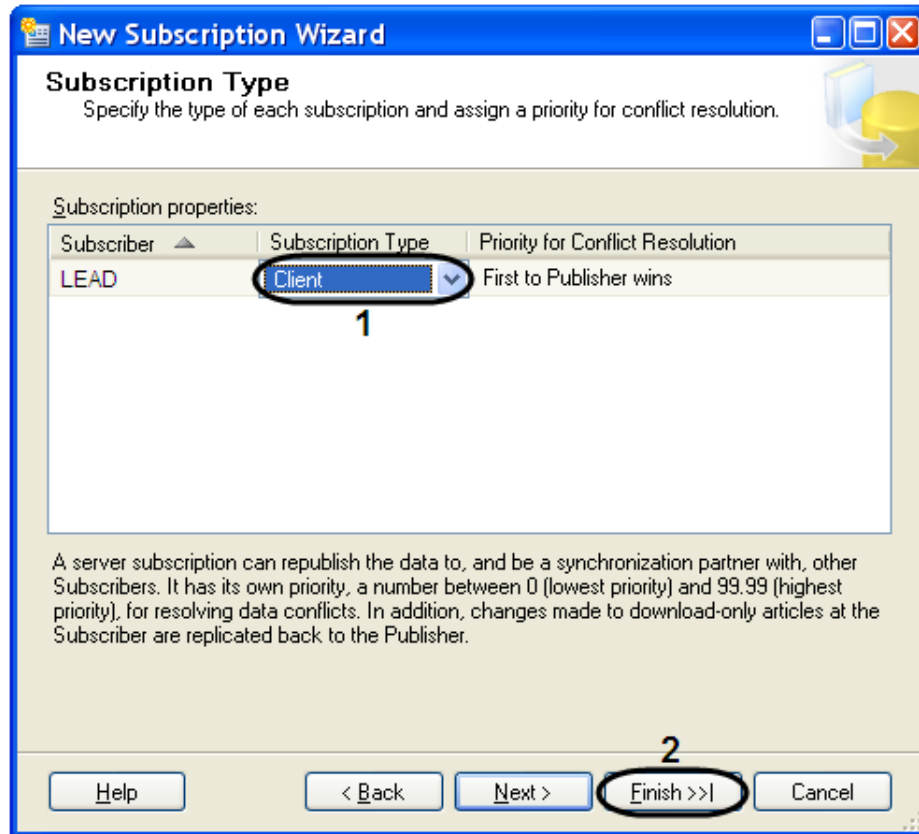

Fig. 9.3-20 Subscription type subscription
20. Select the «Client» subscription type from the dropdown list «Subscription Type» in the «Subscription Type» window (Fig. 9.3-20, 1).
21. To end the creation of a new subscriber click «Finish» (Fig. 9.3-20, 2).